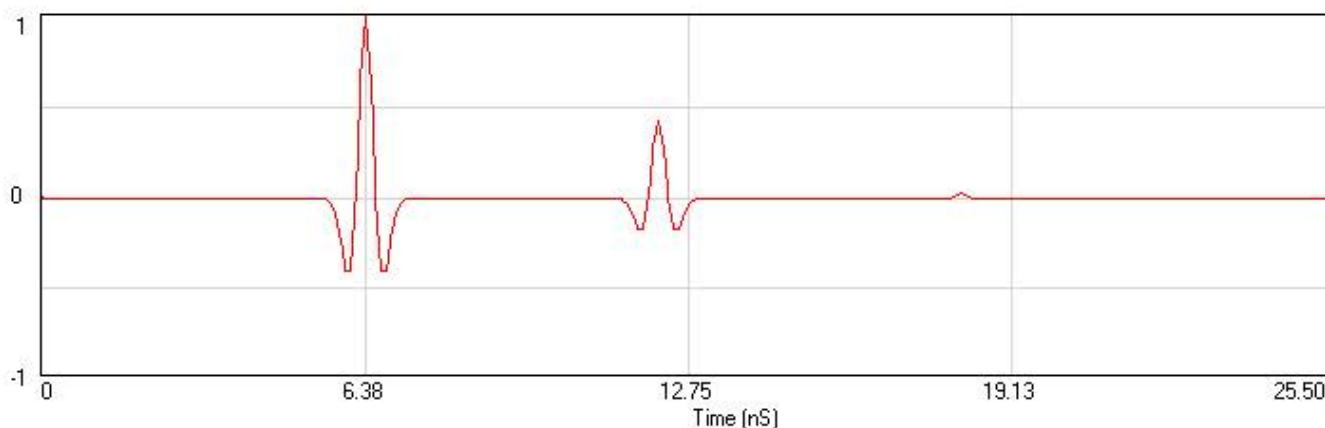

Рис. 9 Моделирование СВЧ антенны, проникающая в слои с высокой проводимостью
5. Нажмите кнопку моделирования и посмотрите что произошло (Рис.9). Третья вершина теперь едва заметна, несмотря на то, что контраст между вторым и третьим слоем вообще не изменился. Итак, что же произошло? Проводимость второго слоя стала настолько высокой, что почти вся энергия рассеялась, и не было почти ничего, чтобы определило бы толщину последнего слоя и отразилось бы обратно.